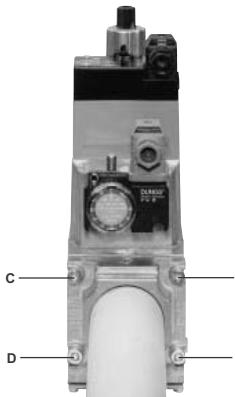

Рис. 5
1. Расслабить винты А и В, но **не снимать** их (Рис. 5 и Рис. 6)
2. Отвинтить винты С и D (Рис. 5 и Рис. 6)